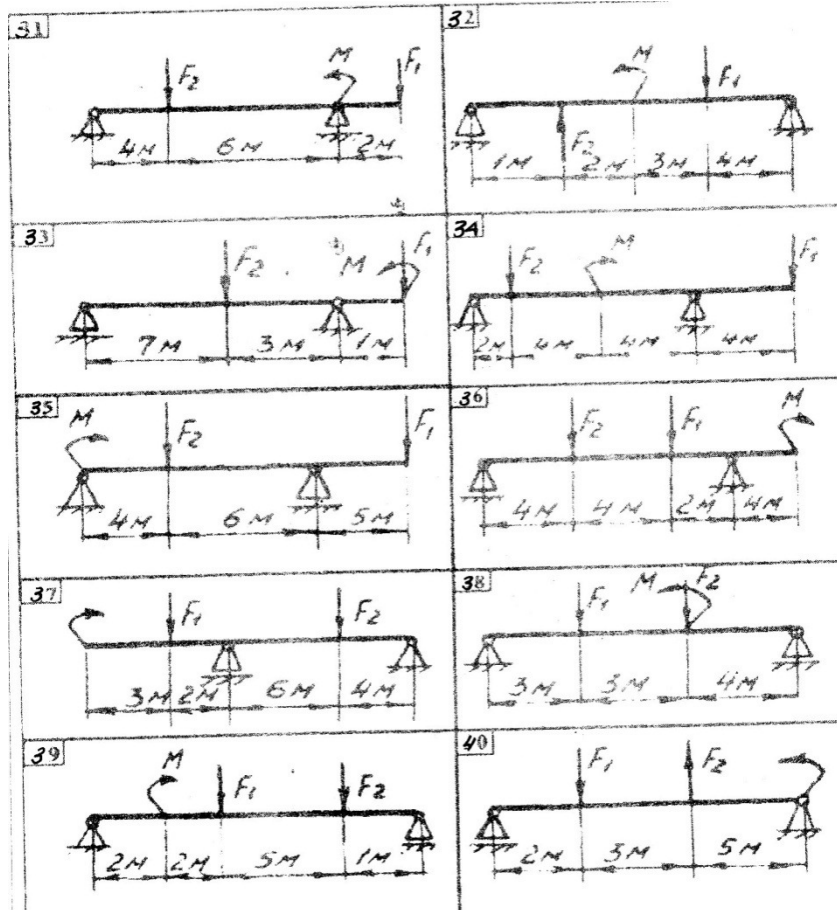

рисунок 33
**21-30.** Для заданной двухопорной балки (рис.33) определить реакции опор, построить эпюры поперечных сил и изгибающих моментов и подобрать из условия прочности размеры круглого поперечного сечения, приняв  $[\sigma] = 150$  МПа. Схему балки для решения своего варианта задачи выбрать из табл. 2.